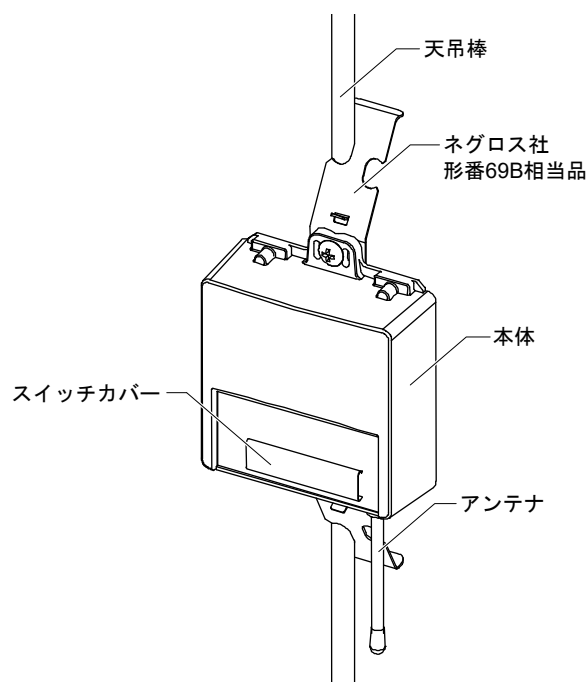

図10
(2) 天吊棒に金具取付 (図10参照)
- ① スイッチカバーを手前に引っ張ってはずし、周波数チャンネルとグループアドレスおよびUTアドレスを設定します。設定が終わったら、スイッチカバーを取り付けます。